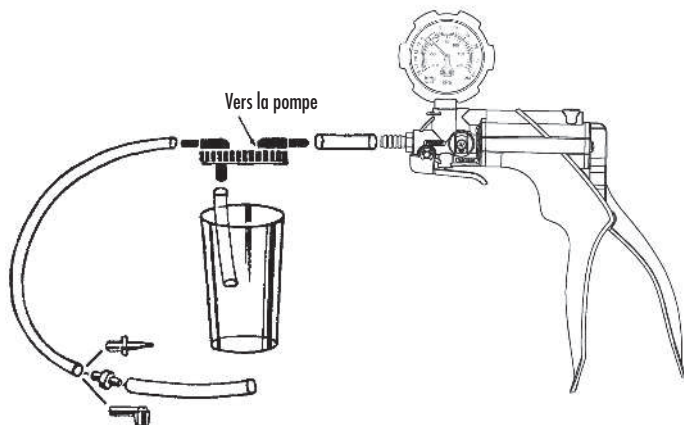

FIGURE 18: KIT DE PURGE DE FREIN
- 3) Glisser 3,8 cm (1-1/2po) de tuyau entre la pompe et le couvercle du récipient à l'orifice marqué « **VERS LA POMPE** » (FIGURE 18).